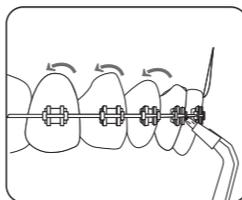

Рис.5.2
5.2. **Ортодонтическая насадка** (рис.5.2) эффективна для гигиены брекет-систем. Маленькая щеточка проникает к труднодоступным участкам и удаляет остатки пищи и бактерии.